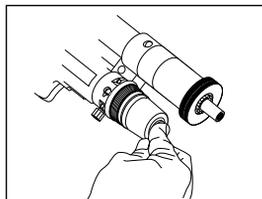

fig. 12
- 3) premere leggermente sul serbatoio in gomma (fig. 12). Dopo l'uscita di qualche goccia d'olio, richiudere il tappo di sfogo (L) con la chiave a brugola in dotazione;